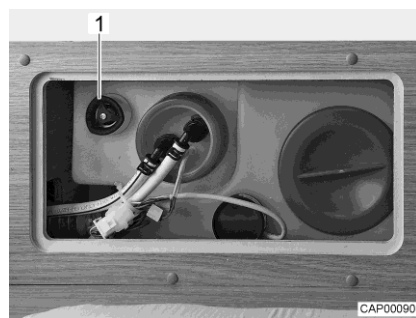

Bild 69 Wassertank mit Drehgriff
- Auf dem Wassertank den Drehgriff (Bild 69,1) im Uhrzeigersinn bis zum Anschlag drehen.
- Auf dem Wassertank den Drehgriff (Bild 69,1) entgegen dem Uhrzeiger-sinn bis zum Widerstand drehen. Das Wasser läuft bis auf ca. 20 Liter aus.